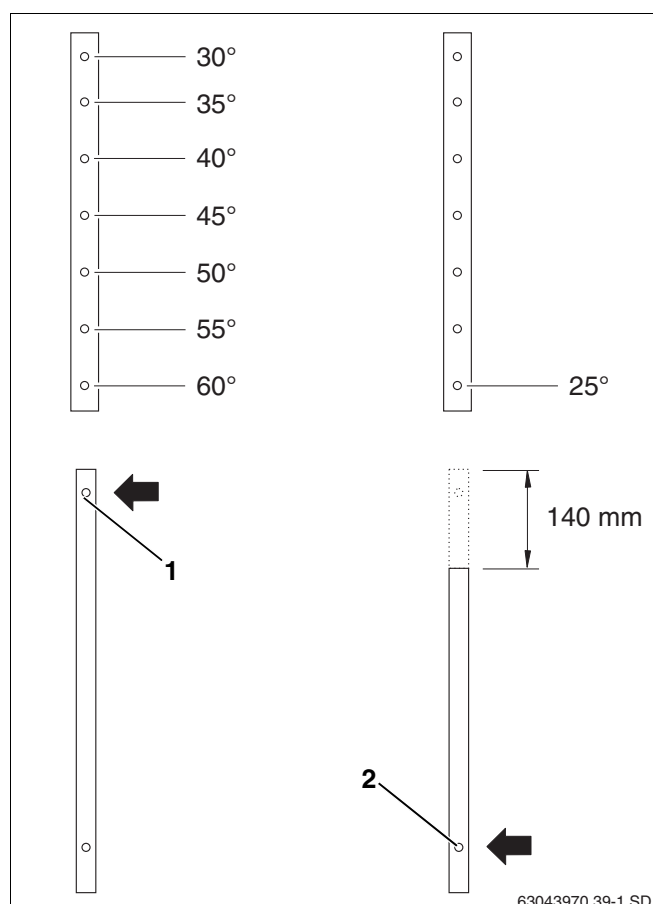
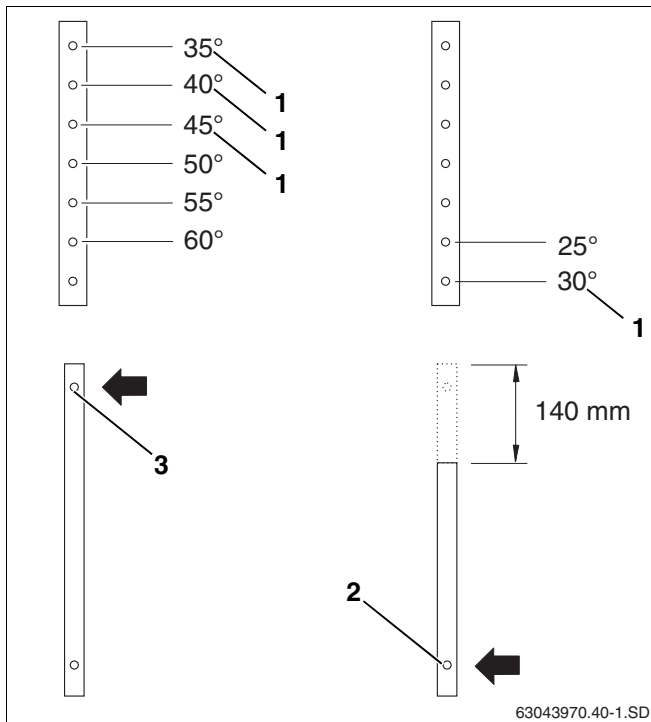

Fig. 12 Impostare l'angolo di inclinazione per i collettori verticali
Fig. 13 Impostazione dell'angolo di inclinazione per i collettori orizzontali
- Scegliere i fori delle guide telescopiche superiori e inferiori secondo fig. 12 e fig. 13.
In caso di montaggio di collettori verticali, per impostare un angolo di inclinazione del collettore compreso fra 30° e 60°, utilizzare il foro più in alto della guida telescopica inferiore (fig. 12, **pos. 1**).
Per ottenere un angolo di inclinazione di 25° è necessario accorciare la guida inferiore di 140 mm nella parte alta e utilizzare il foro inferiore (fig. 12, **pos. 2**).
In caso di montaggio di collettori orizzontali, per impostare un angolo di inclinazione del collettore compreso fra 35° e 60°, utilizzare il foro più in alto della guida telescopica inferiore (fig. 13, **pos. 3**).
Per ottenere un angolo di inclinazione di 25° e 30°, è necessario accorciare la guida inferiore di 140 mm nella parte alta e utilizzare il foro inferiore (fig. 13, **pos. 2**).
- Per il montaggio su facciata, possono essere utilizzate solo le posizioni relative agli angoli di inclinazione del collettore di 30°, 35°, 40° e 45° (fig. 13, **pos. 1**).